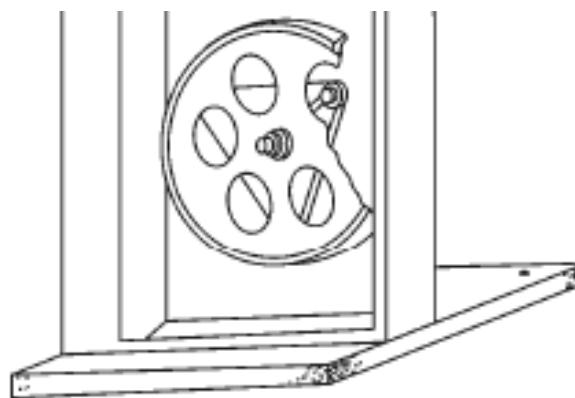

Рис. 5
- 1.5. Произвести регулировку регулировочными винтами на треугольной опоре нижнего маховика, при этом нижний маховик должен быть параллелен верхнему (*Рис. 5*).